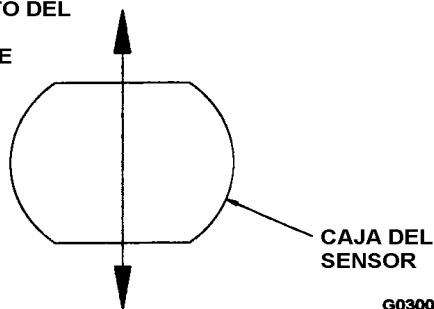

FIGURA 3-8. AJUSTE DEL SENSOR DE VELOCIDAD
- c. Continúe sacando el sensor hasta que las partes planas de la caja del sensor quede perpendicular al movimiento del diente del engranaje. Ver Figura 3-8.